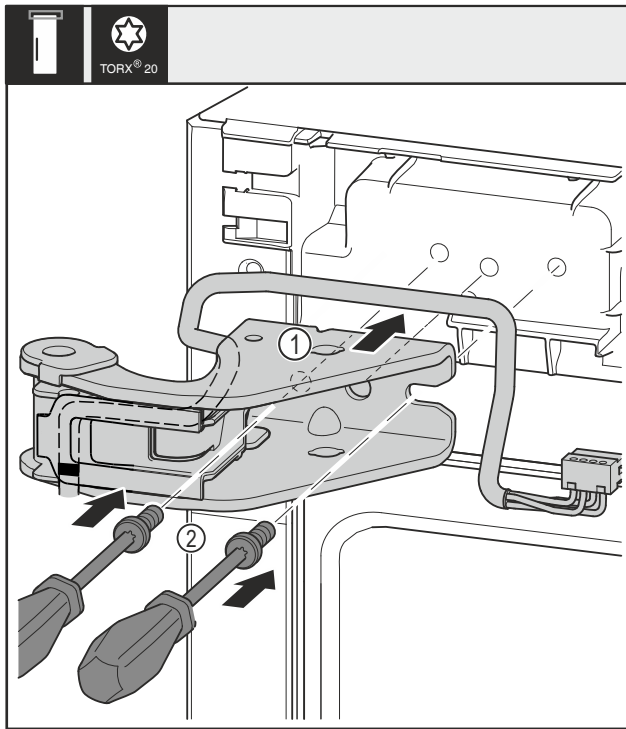

Fig. 31
- Påsæt det øverste hængsel Fig. 31 (1).
- Indsæt skruerne Fig. 31 (2) med en skruetrækker, og skru dem fast.